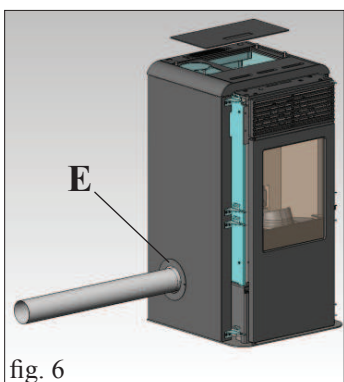

fig. 6
Finalizați operațiunea fixând rozeta de închidere din dotare (E - fig. 6) cu ajutorul șuruburilor din dotare, după ce ați remontat latura de metal.
Verificați alinierea verticală a laturilor de ceramică (C) și efectuați eventualele reglări cu ajutorul șuruburilor, poziționate deasupra părții de sus (V - fig. 5) și în interiorul sobei prin intermediul șuruburilor (R - fig. 6/7)
N.B.: înainte de a efectua operațiunea, scoateți panoul zincat (Z - fig. 6/7) de pe ambele laturi și desfaceți șuruburile de fixare (T - fig. 6/7).